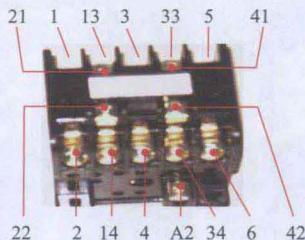
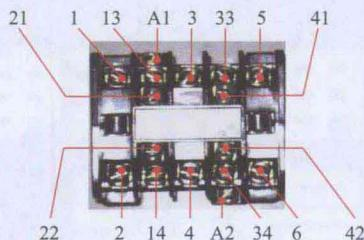

图1-4 CJ10实物接点编号
图1-5 CJ10接线接点图号
④ CJ10实物接点编号如图1-4所示。⑤ CJ10接线接点图号如图1-5所示。